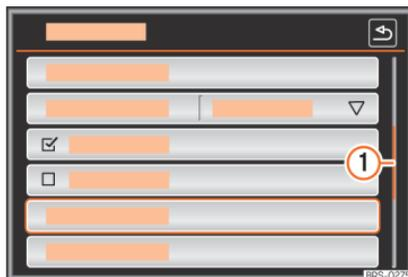

Fig. 205 Possíveis entradas de uma lista no menu de ajustes.
Se numa lista for possível selecionar mais entradas do que as que podem visualizar-se no ecrã, exibir-se-á uma barra móvel à direita da imagem » **Fig. 205 ①.**